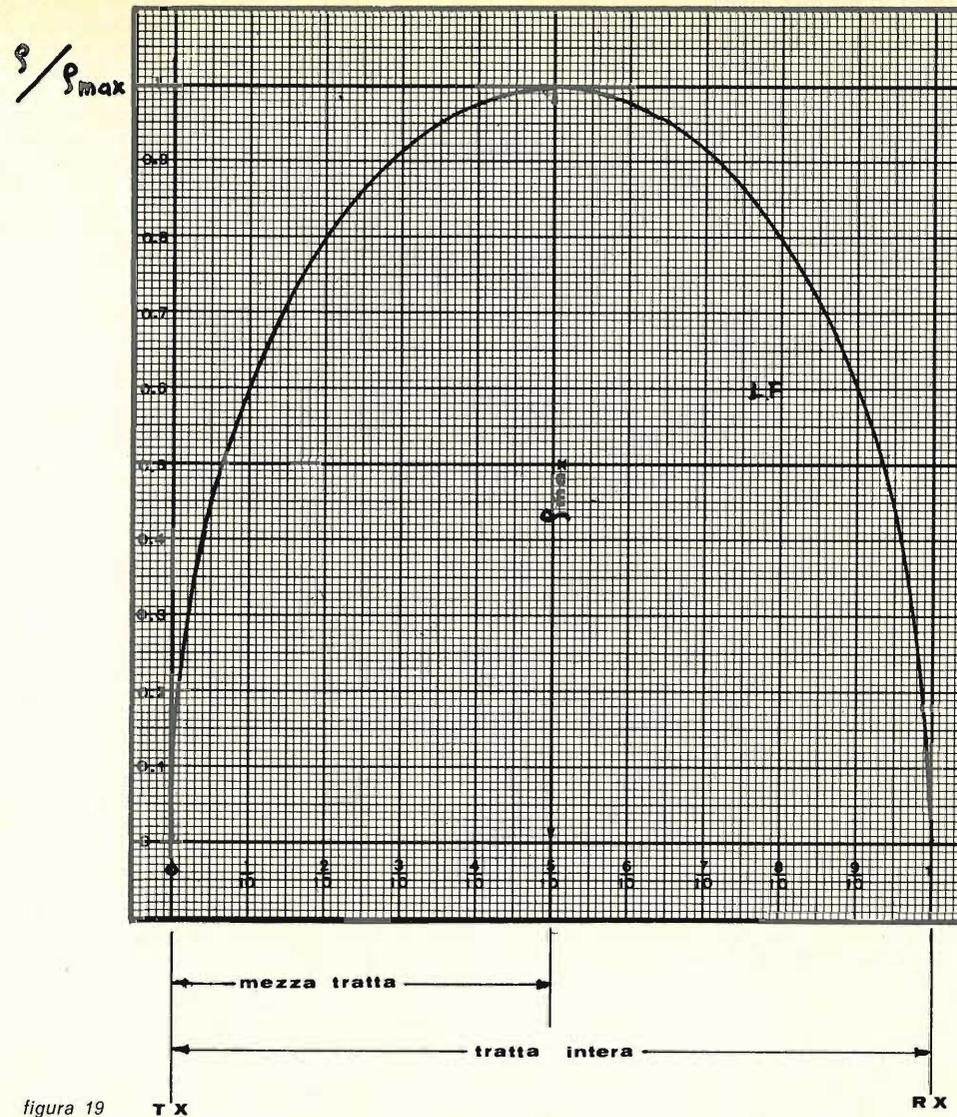

figura 19
Per le altre distanze, partendo dal punto TX, il raggio φ si ricaverà poi dal grafico di figura 19. Da questo si rileva infatti che, ad esempio, a un decimo (1/10) della distanza totale (partendo da TX) il raggio φ è
3) tracciare per punti tutto l'ellissoide mediante l'ausilio della figura 19;